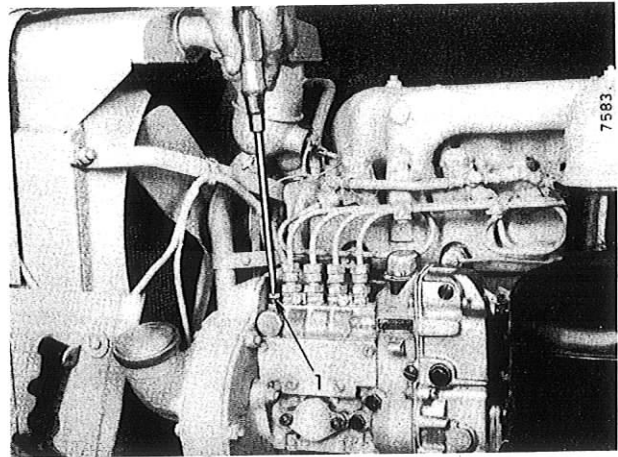

Bild 63
Handgashebel auf „Stop“ stellen. Die Entlüftungsschraube (1), Bild 63 an der Einspritzpumpe zwei Umdrehungen lösen, Bild 63. Solange Kraftstoff ausfließen lassen, bis dieser blasenfrei ist. Danach die Entlüftungsschraube wieder fest anziehen.